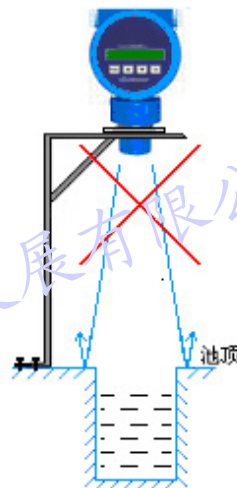

图3d: 仪表测量到了渠顶
- 4) 如图 3d 所示, 换能器的发射方向角约为  $6^\circ$ 。若渠非常窄, 同时换能器安装位置过高,